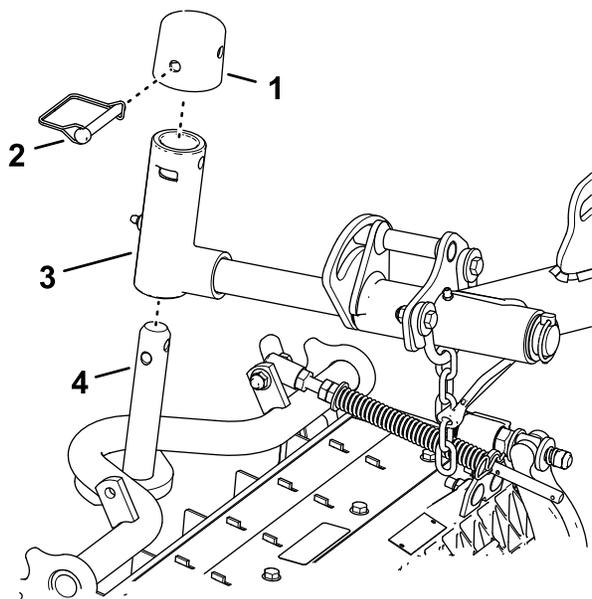

図 16
1. カuttingユニットを昇降アームの下に置く 図 16。